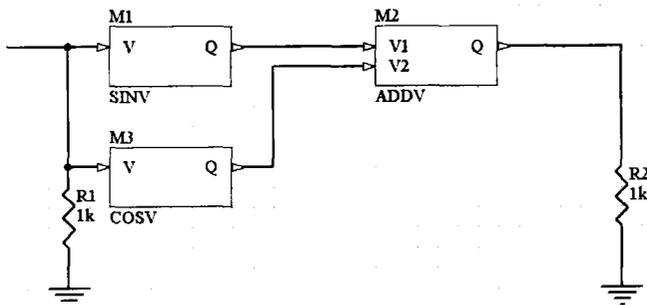

图 7-14 设置好元器件参数的原理图
- [6] 双击每一个仿真数学函数，进行参数设置，在弹出的【元件属性】对话框中，只需设置标志符即可。设置好的原理图如图 7-14 所示。
本例中，将为图 7-14 所示的仿真原理图“仿真数学函数.SCHDOC”添加一个仿真激励源——正弦电压源，以产生仿真所需的输入激励信号。